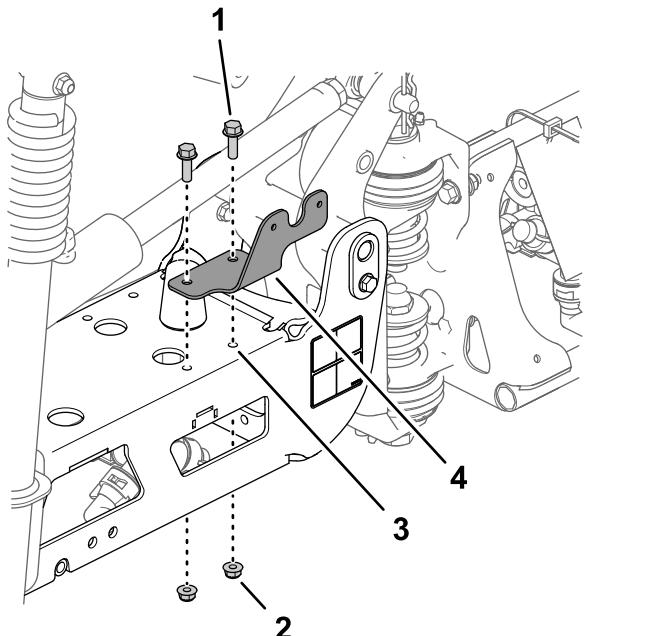

Figure 56
- Alignez les trous dans le support de feu arrière et les 2 trous de 8 mm du cadre en treillis de la section de pulvérisation centrale (Figure 56).
- Fixez le support de feu arrière au cadre en treillis (Figure 56) à l'aide de 2 boulons à embase (5/16" x 3/4") et de 2 contre-écrous à embase (5/16").